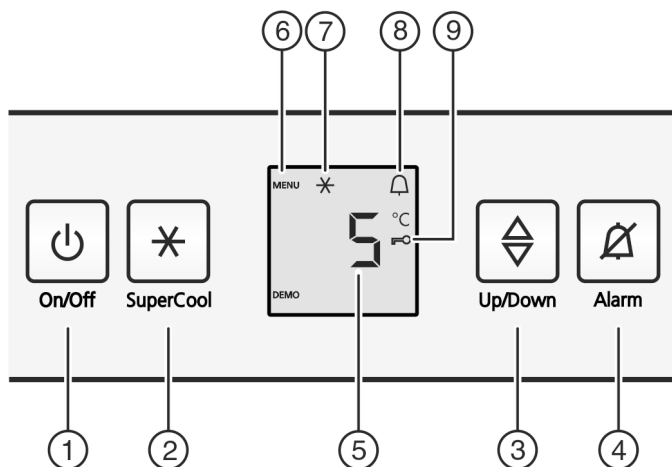

Fig. 2
- ▶ Aan/uit-toets Fig. 2 (1) indrukken.
- ▶ Toets SuperCool Fig. 2 (2) ca. 5 seconden indrukken.
- ▷ Op de display wordt het symbool Menu Fig. 2 (6) weergegeven.
- ▶ Met de toets SuperCool Fig. 2 (2) kort bevestigen.
- ▷ Het symbool Kinderbeveiliging Fig. 2 (9) op de display gaat branden.
- ▶ De toets On/Off Fig. 2 (1) kort indrukken.
► Toets Alarm *Fig. 2 (4)* indrukken.
► Temperatuurfunctie oproepen: Druk de insteltoets *Fig. 2 (3)* in.
► Temperatuur in 1 °C stappen wijzigen: Druk de insteltoets *Fig. 2 (3)* net zo vaak in, totdat de gewenste temperatuur op het temperatuurdspaly oplicht.
► Toets SuperCool *Fig. 2 (2)* kort indrukken.
▷ Het symbool SuperCool *Fig. 2 (7)* brandt op het display.
▷ Het symbool SuperCool *Fig. 2 (7)* in de display gaat uit.